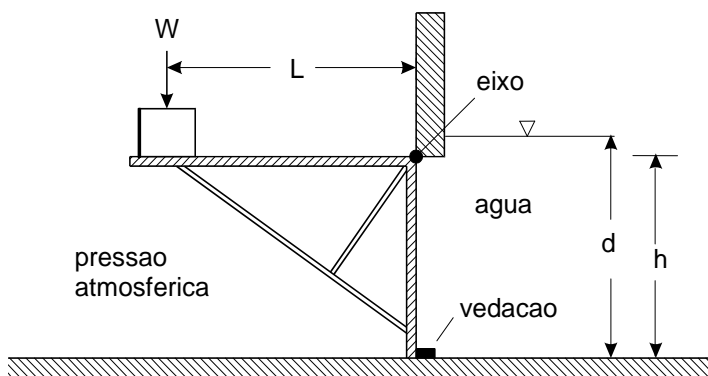

Fig. 2: Comporta
5. A comporta com altura  $h = 4\text{m}$  e largura  $b = 2\text{m}$  da Fig. 2 tem um peso  $W$  colocado em cima da comporta com distancia  $L = 5\text{m}$  do eixo. Qual peso  $W$  é necessário para que a comporta se abra automaticamente (força entre vedação e comporta desaparece). O peso da própria comporta pode ser desconsiderado, bem como as dimensões da vedação.